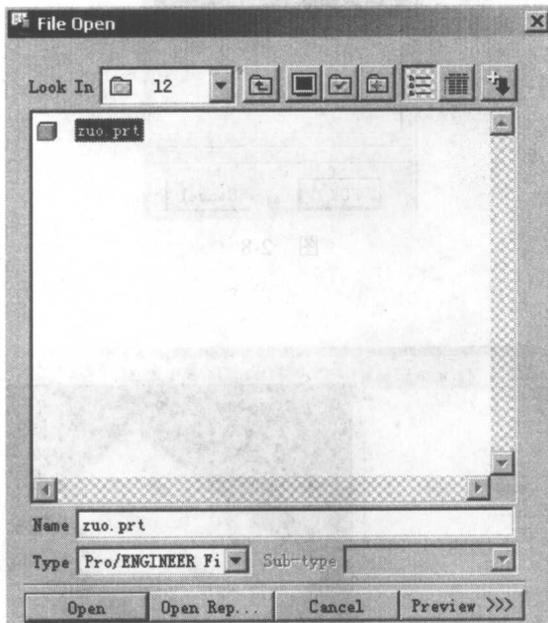

图 2-6
1. 单击主菜单 Files→Open 选项, 或单击 Open 快捷方式图标 , 弹出 File Open 对话框, 如图 2-6 所示。